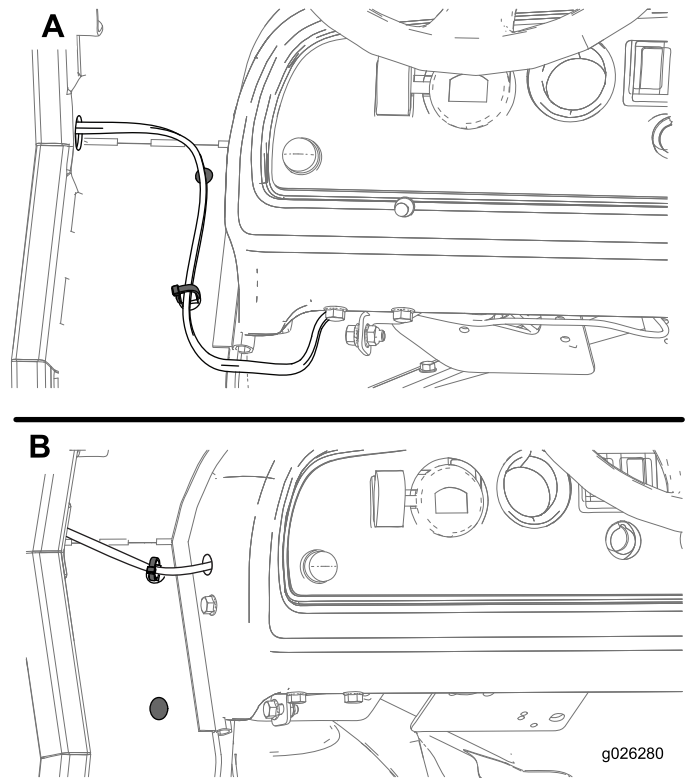

Figura 11
- Passe a cablagem debaixo do painel de controlo (Caixa A de Figura 11). Instale o clipe da cinta no furo inferior no painel lateral e o tampão no furo superior.
- Faça um furo na consola, instale o clipe da cinta no furo superior no painel lateral e instale o tampão no furo inferior (Caixa B de Figura 11).